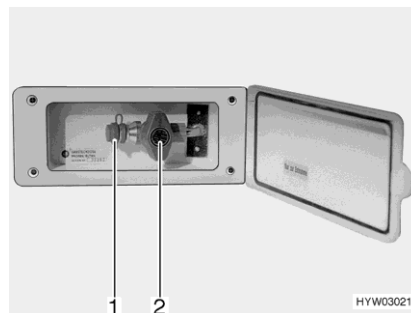

Fig. 111 Raccordement externe de gaz (robinet d'arrêt de gaz fermé)
- Raccorder l'appareil à gaz externe sur le raccord (Fig. 111,1).
- Ouvrir le robinet d'arrêt de gaz (Fig. 111,2).